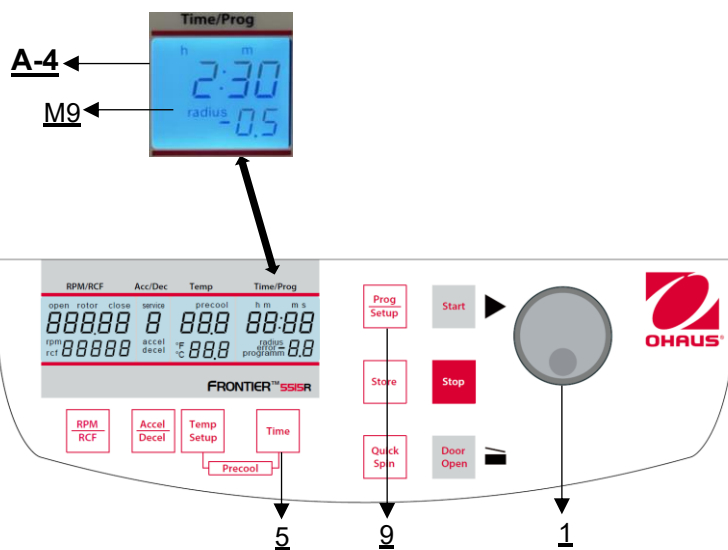

Figura 21
En primer lugar, cierre la tapa de la centrífuga y, a continuación, pulse la tecla **"Time"** (5) y la tecla **"Prog/Setup"** (9) al mismo tiempo y manténgalas pulsadas (véase la figura 21).